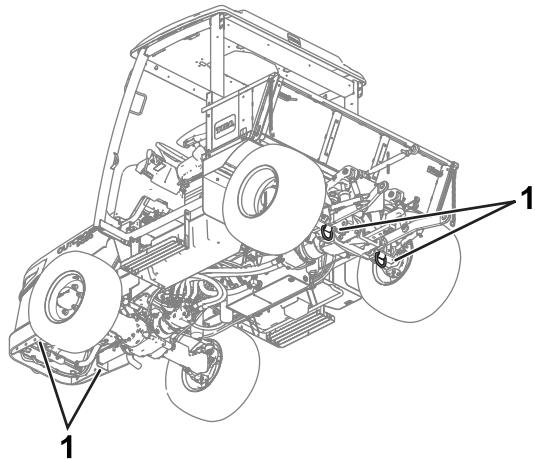

Figure 65
- Utilisez les points d'attache de la machine (Figure 65) pour l'arrimer solidement.